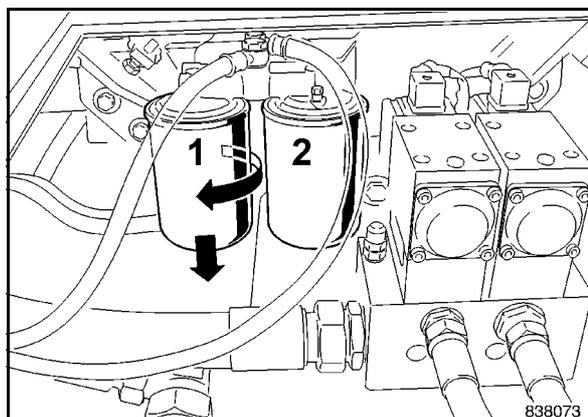

Fig. 157
- Allentare e svitare le cartucce 1 e 2 del filtro (Fig. 157) con una chiave a nastro adeguata.